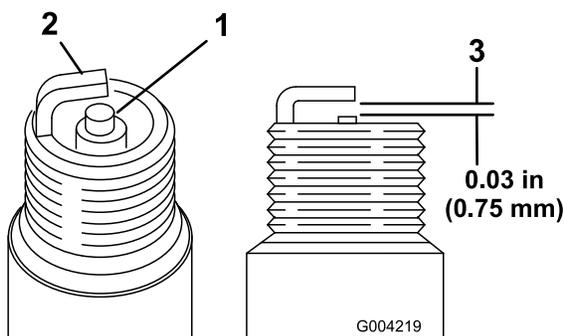

Figura 50
1. Mire la parte central de ambas bujías (Figura 50). Si se observa un color gris o marrón claro en el aislante, el motor está funcionando correctamente. Si el
2. Compruebe la separación entre los electrodos central y lateral (Figura 50).
3. Si la distancia no es correcta, doble el electrodo lateral (Figura 50).